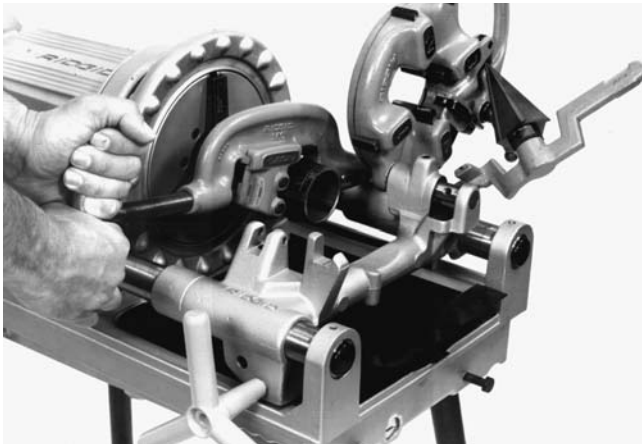

Figura 3 – Corte de un tubo con la máquina Roscadora Compacta No. 300
4. Adopte la postura correcta para trabajar (*Figura 3*).
6. Agarre la manivela del tornillo de alimentación del cortatubos con ambas manos (*Figura 3*).